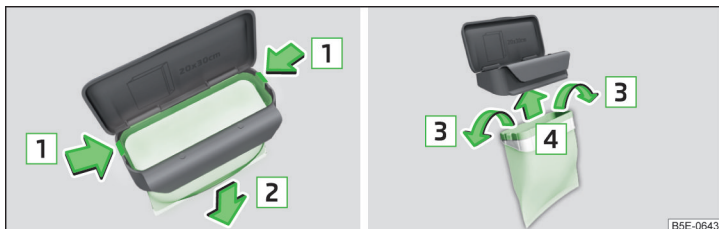

Abb. 83 Beutel ersetzen
- › Die beiden Rastnasen am Rahmen in Pfeilrichtung **1** abdrücken » Abb. 83.